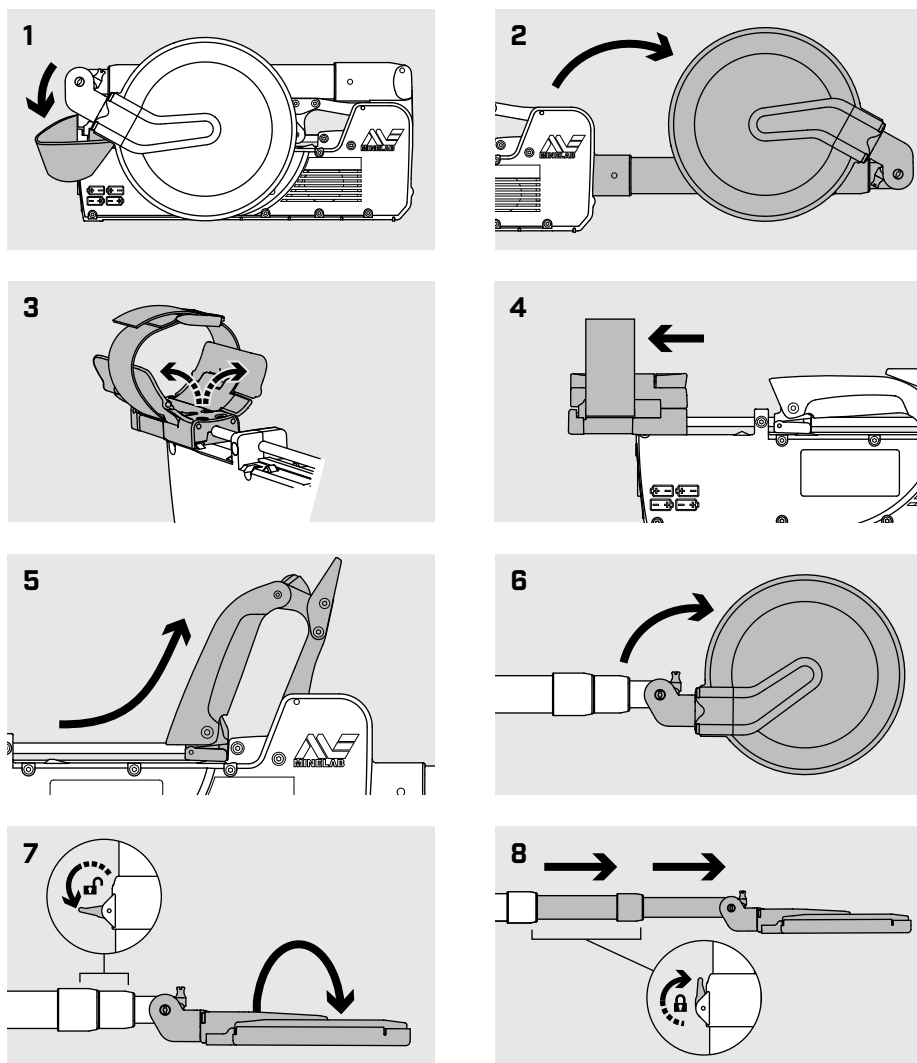

Figura 5: Configuración: Guía para el despliegue y ajuste del F3 Compact
- e. Utilizando la Figura 5 como guía, despliegue y ajuste el F3 Compact.